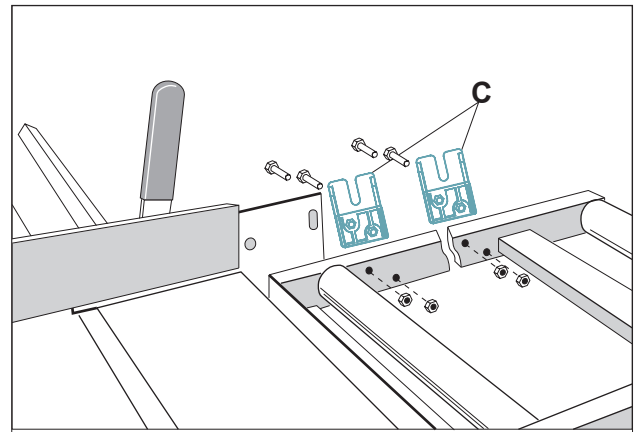
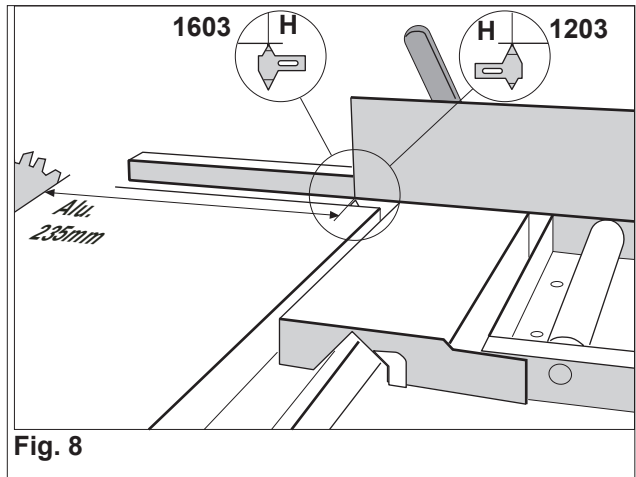

Fig. 6
Fig. 8
- Montera fästjärnen **C** på bordet som visas i *fig. 6*.
- För att anhållets måttband skall visa korrekt mått vid kapning, ställs klingan i kapposition 0° och låses i upplyft läge. Justera anhållet i längdriktning så att avståndet mellan aluminiumhålet och klingans tänder är 235mm (*fig. 8 och 9*). Lås anhållet med låshantagen **D** (*fig. 6*). Använd materialstoppet och kontrollera att inställningen är riktig genom att provkapa. När anhållet är korrekt inställt monteras den medföljande pilen på sidan av sågbordet som visas i *fig. 8 och 9*. Pilen skall markera ändan av aluminiumhålet. Det är sedan lätt att ställa anhållet tillbaka i denna position.